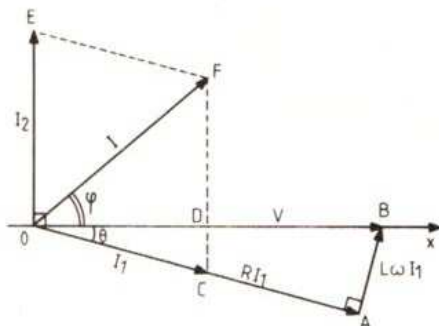

Figure 2
1° Dans la construction de Fresnel réalisée figure 2,
La sortie (7) de l'amplificateur opérationnel ne commande pas directement les LED, contrairement au schéma simplifié de la figure 2, mais par l'intermédiaire de deux transistors, un N-P-N, T_{13} pour la LED rouge « en charge », et un P-N-P, T_{14} pour la LED verte « charge finie ». On peut ainsi demander moins de courant à la sortie de l'amplificateur opérationnel.